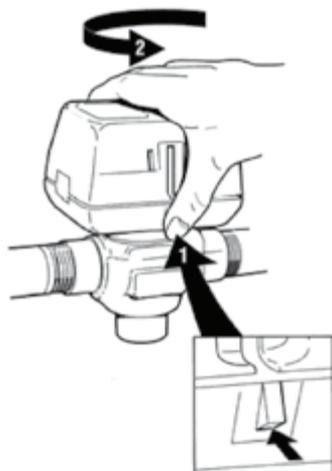

Рис. 6. Замковый механизм
3. Головка привода автоматически защелкивается на клапане (см. рис. 6). Для ее снятия надавите на замковый механизм, расположенный прямо под красным открывающим рычажком. Несильно надавите рукой на головку привода в направлении корпуса клапана и одновременно поверните против часовой стрелки на 1/8 оборота (45 градусов). Снимите головку привода с корпуса клапана.